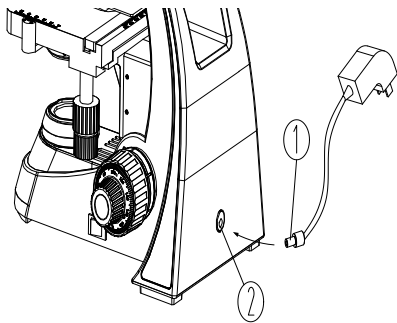

Figure 6
2. Insérez une extrémité de l'adaptateur d'alimentation externe ① dans la prise d'alimentation ② du microscope, puis insérez l'autre extrémité dans la prise d'alimentation et vérifiez que la connexion est correcte (voir figure 6).